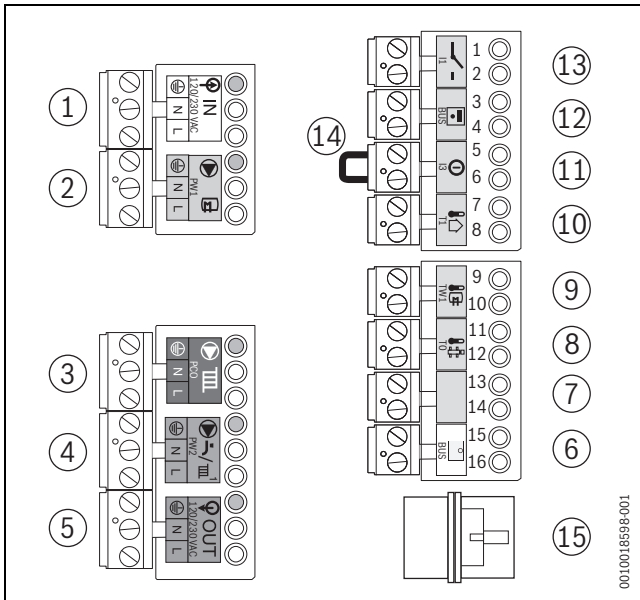

Bild 49 Klemmleiste
- ▶ Regler auf Anschlussklemme BUS (→ Bild 49, [6], Seite 31) anschließen. Hierzu ein 2-adriges Stromkabel von 0,4 bis 0,75 mm² verwenden.
- ▶ Brücke (→ Bild 49, [14], Seite 31) auf Anschlussklemme ① entfernen.
- ▶ Außentemperaturfühler an Anschlussklemme $\downarrow \uparrow$ T1 (→ Bild 49, [10], Seite 31) anschließen.
- ▶ Speichertemperaturfühler an Anschlussklemme $\downarrow \oplus$ TW1 (→ Bild 49, [9], Seite 31) anschließen.
- ▶ Heizungspumpe an die grüne Anschlussklemme $\blacktriangleright \text{III}$ PCO (→ Bild 49, [3], Seite 31) anschließen.
- ▶ Zirkulationspumpe an die lila Anschlussklemme $\blacktriangleright \text{IV}$ PW2 (→ Bild 49, [4], Seite 31) anschließen.
- ▶ Speicherladepumpe an die graue Anschlussklemme **PW1** (→ Bild 49, [2], Seite 31) anschließen.
- ▶ Externes 3-Wege-Ventil an die graue Anschlussklemme **PW1** (→ Bild 49, [2], Seite 31) anschließen.